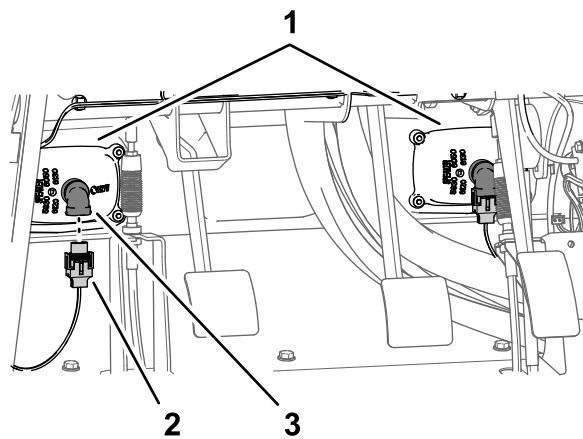

Bild 217
3. Stecken Sie die zwei elektrischen Anschlüsse (2-Buchsen-Stecker) des Maschinenkabelbaums in die 2-Stift-Stecker des linken und rechten Scheinwerfers (**Bild 217**).
1. Fluchten Sie die innere Kotflügelhaube mit den linken, oben und links, und unteren Rahmenrohren aus (**Bild 217**).